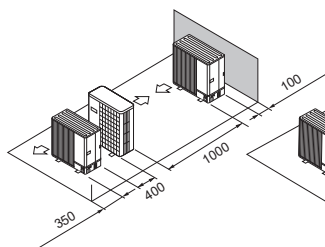

Fig. 2-16
- (5) Disposizione di unità singole parallele (Fig. 2-16)